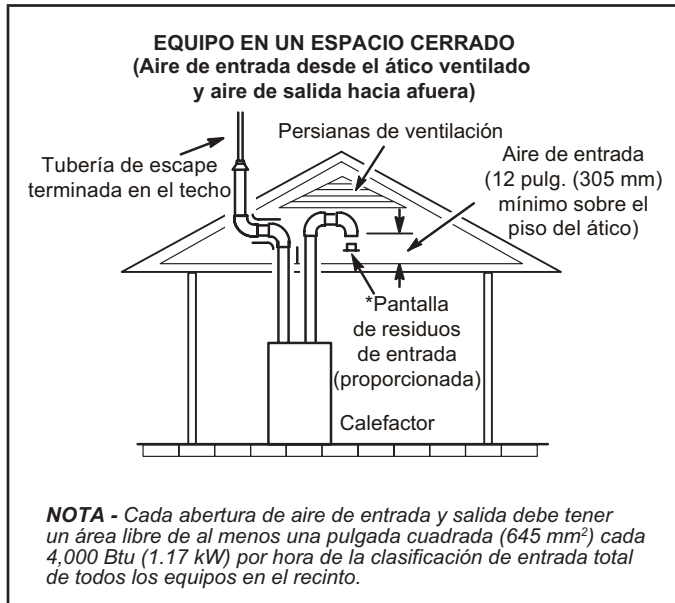
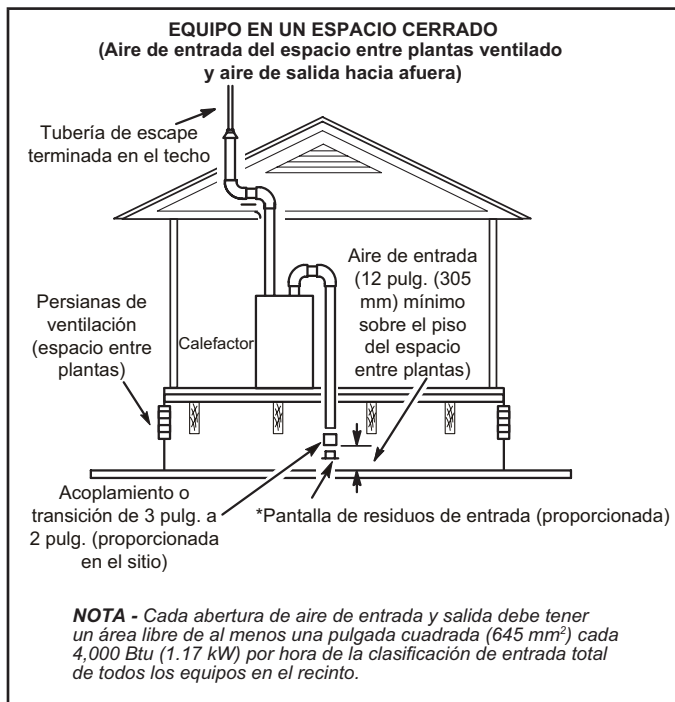

Figura 30
Figura 31
- 2 - Si el aire de entrada se toma de un ático ventilado (Figura 30) o de un espacio entre plantas ventilado (Figura 31), el largo de la ventilación de escape no debe exceder los valores listados en la Tabla 6. Si se utiliza una tubería de 3" de diámetro, redúzcala a una tubería de 2" de diámetro en el punto de terminación para acomodar la pantalla de residuos.